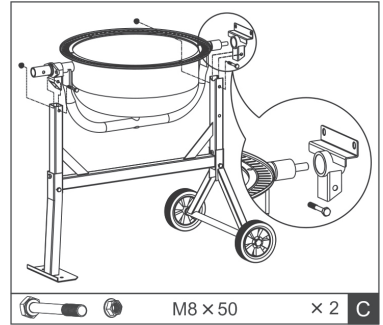

Abb.7
4. Schieben Sie das Lager auf die Welle der Trommel und sichern Sie es mit dem Spiralling. Setzen Sie (zu zweit) den unteren Teil der Trommel in den Trommelrahmen. Das längere Ende der Welle zeigt dabei in Richtung Standfuß. Befestigen Sie die Trommel an beiden Seiten mit jeweils einer M8x50 Schraube und Mutter (C). Ziehen Sie die Schraubverbindungen fest. Siehe Abb. 7.